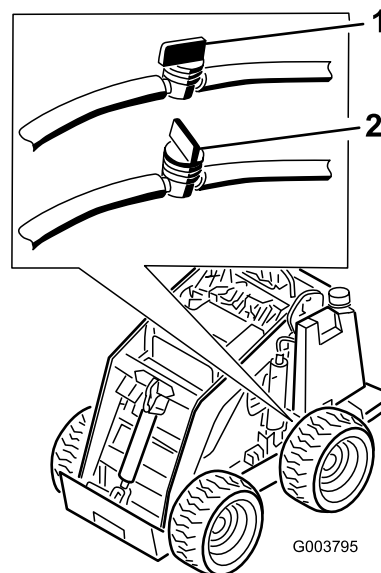

Figura 34
2. Chiudete la valvola del carburante, in fondo al serbatoio carburante (Figura 34).
8. Aprite la valvola del carburante, in fondo al serbatoio carburante (Figura 34).
3. Chiudete la valvola di intercettazione nel flessibile accanto alla base del serbatoio carburante (Figura 34).
10. Aprite la valvola di intercettazione nel flessibile accanto alla base del serbatoio carburante, come illustrato nella Figura 34.